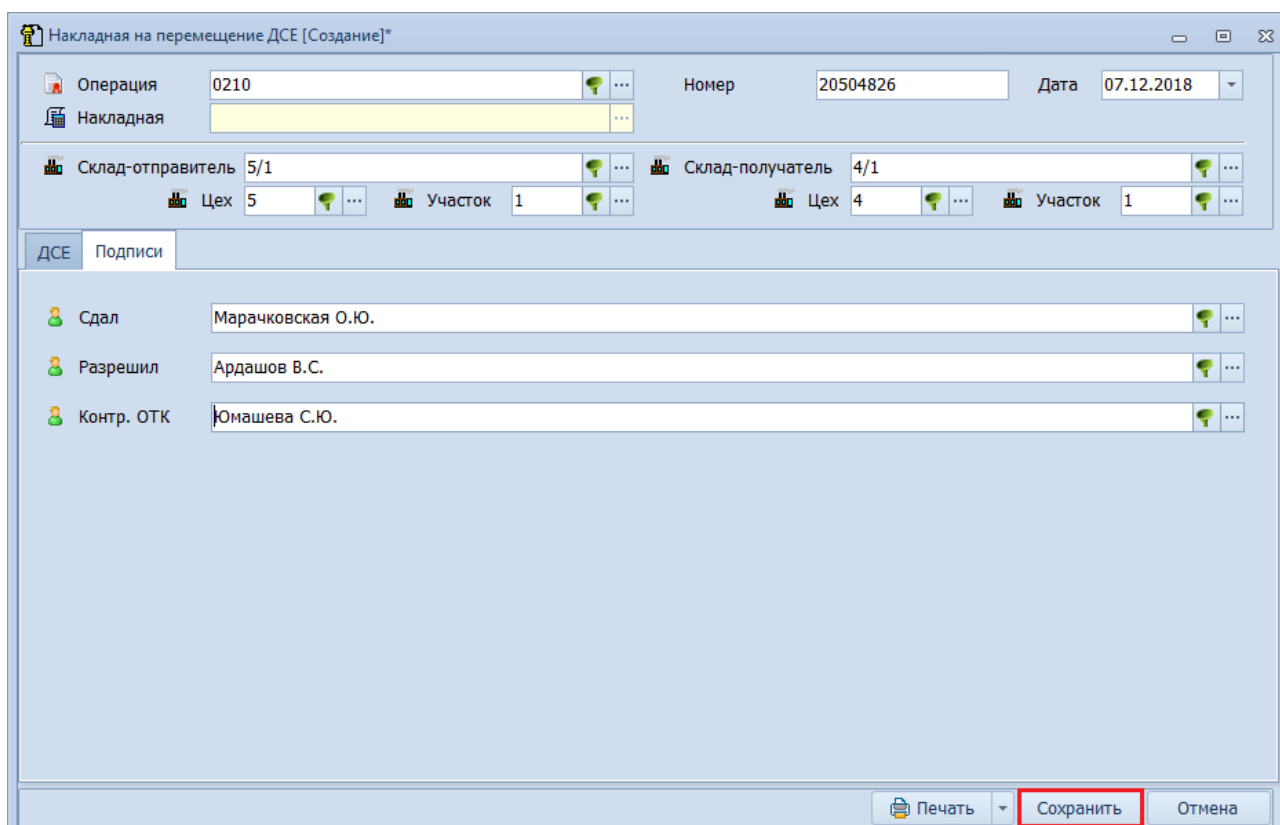

Рисунок 131. Кнопка для сохранения выписанной накладной
7. Сохранить выписанную накладную. Для этого в диалоговом окне нажать кнопку **Сохранить** (рис. 131).